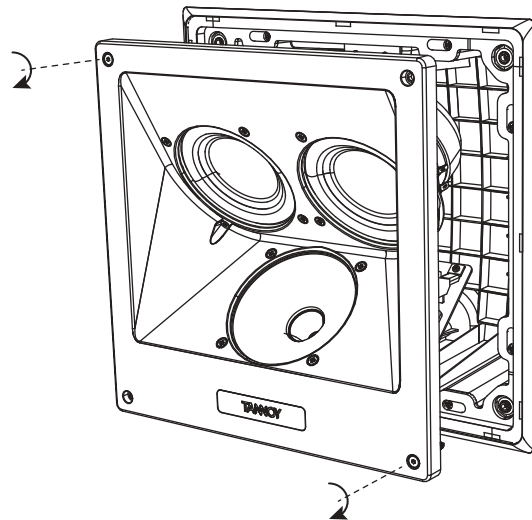

Fig. 20. Install the loudspeaker
- 3. Installeer de luidspreker in de achterste houder en zet hem vast met de schroeven (Afb.20).